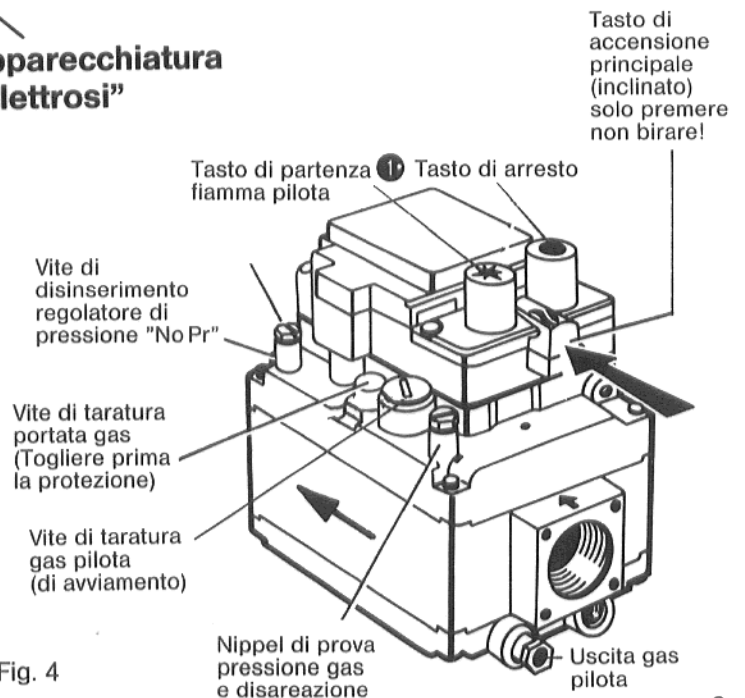

Fig. 4
2.1 Ruotare di un giro la vite al nippel di prova, collegare un manometro a U (Figure 4, 5 e 6).
5.4 Per apparecchiature Elettrosit, premere il tasto di avviamento del gas principale (Tasto inclinato) (vedi Fig. 4).
Per apparecchiature SIT togliere la parte in plastica sopra la vite di taratura (Fig. 4).